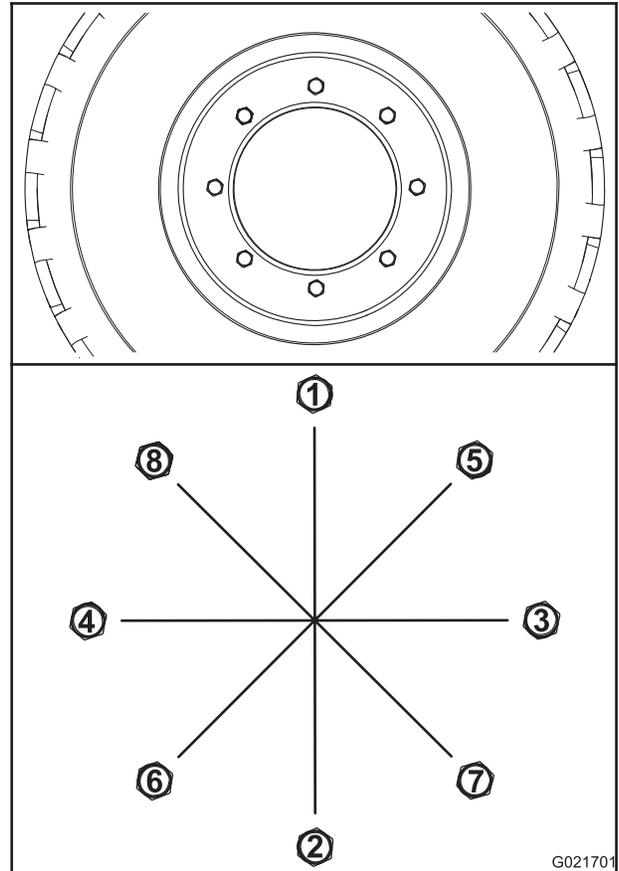

Figure 63
- A. Serrez tous les écrous de roue à 100 Nm (75 pi-lb) dans l'ordre indiqué à la Figure 63.
- B. Serrez tous les écrous à 200 Nm (150 pi-lb) dans l'ordre indiqué à la Figure 63.
- C. Serrez tous les écrous à 300 Nm (225 pi-lb) dans l'ordre indiqué à la Figure 63.